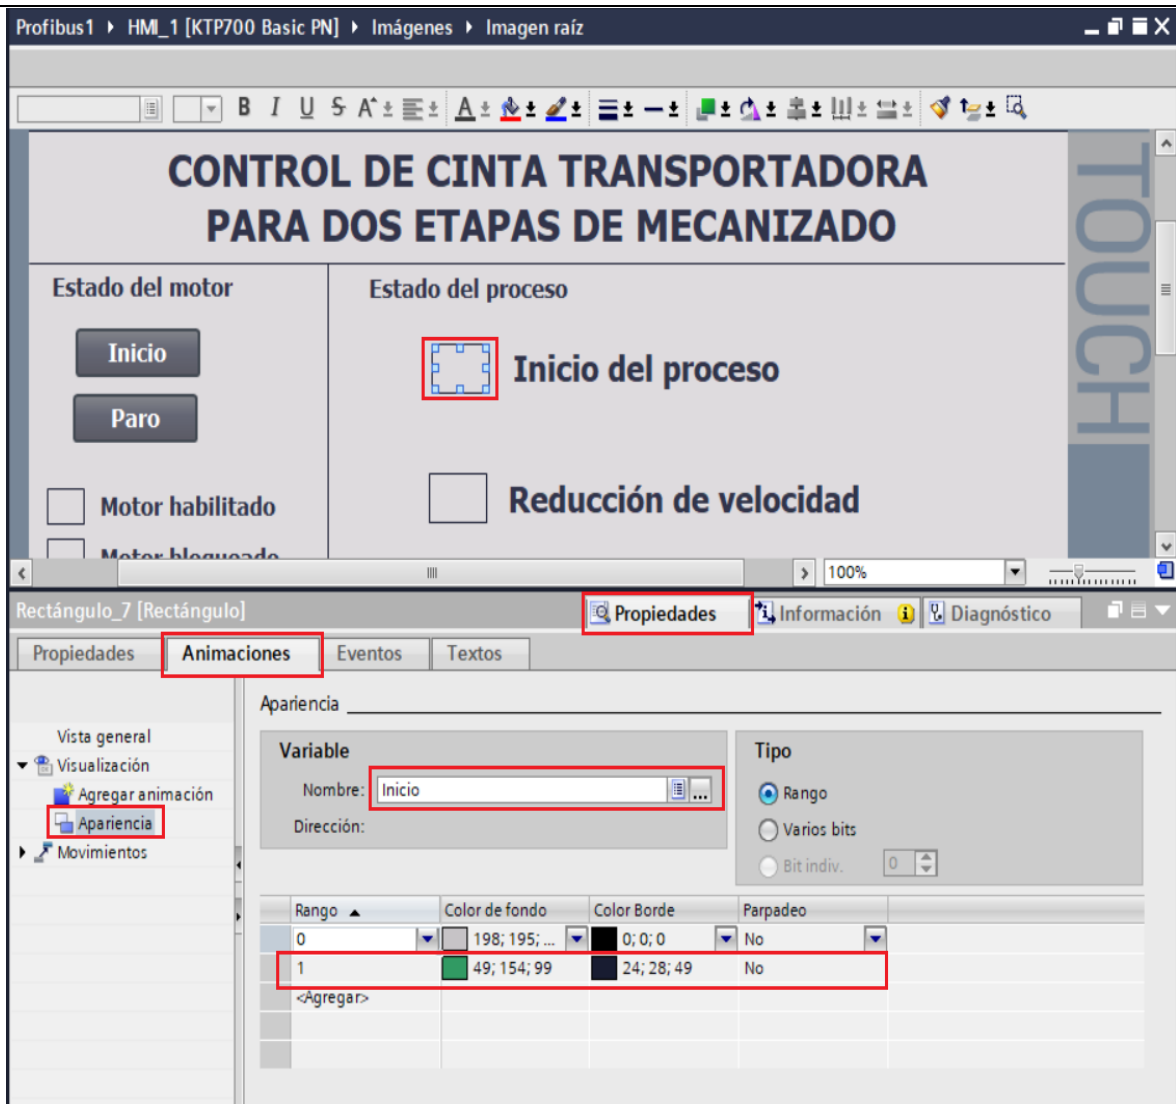

Figura 37. Configuración Velocidad actual.
- En “Rango” seleccionar “**1**”, en “Color de fondo” seleccionar el color “Verde” y en “Parpadeo” seleccionar “**No**” (ver Figura 37).